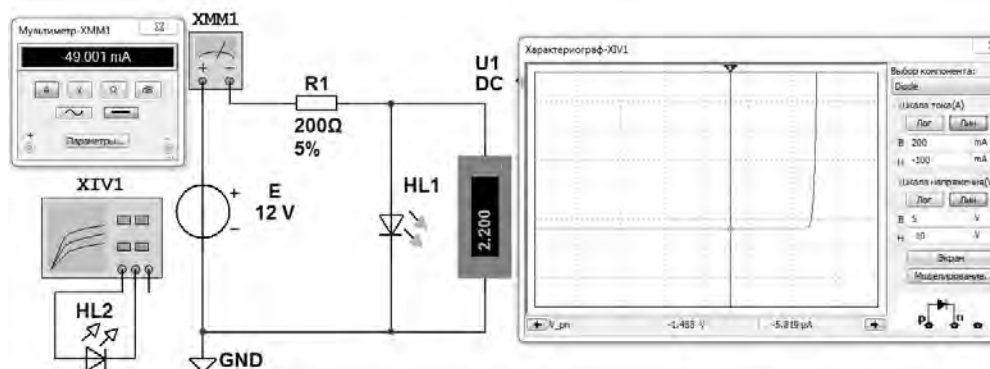

Рисунок 6.1 – Схема для исследования ВАХ светодиода в среде Multisim
6.2.1 На основании заданного преподавателем типа светодиода рассчитать сопротивление и мощность ограничивающего резистора R_1 (рисунок 6.1):